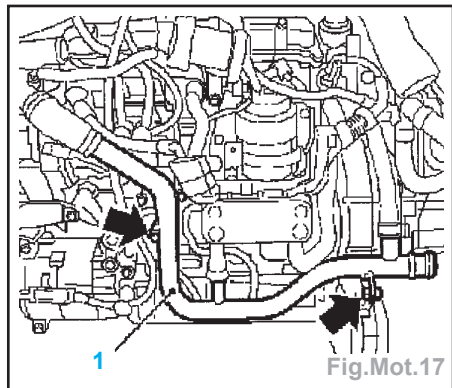

Fig.Mot.17
- Déposer le tube de liquide de refroidissement (1) (Fig.Mot.17).